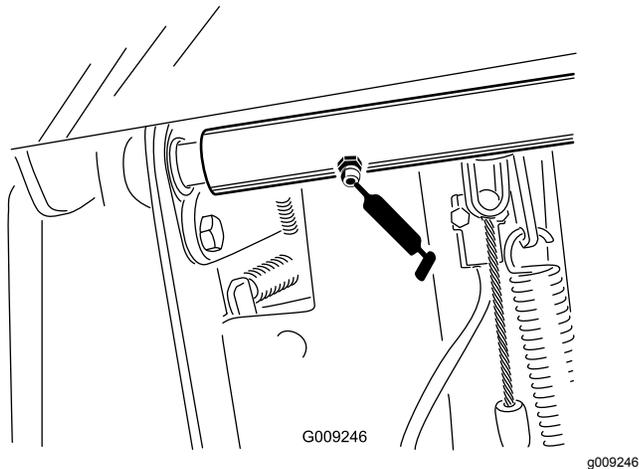

Figure 33
- Roulements d'axe de pivot de la pédale de frein (2) (Figure 33)